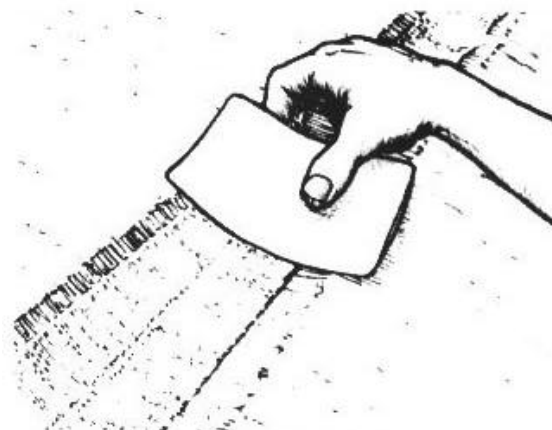

Figura 6-11 Coloque una cinta de fibra de vidrio sobre la junta preparada.
6. Coloque una capa de cinta de fibra de vidrio en la depresión a lo largo de la junta (*Figura 6-11*). Use la espátula para introducir el epoxi dentro del tejido y retire el excedente. Si lo desea, aplique capas adicionales de la misma manera. Coloque las nuevas capas de 12mm a cada lado de la capa anterior para que los bordes no coincidan. Para detalles sobre la aplicación de tejidos de fibra de vidrio, ver Sección 3.4.6.